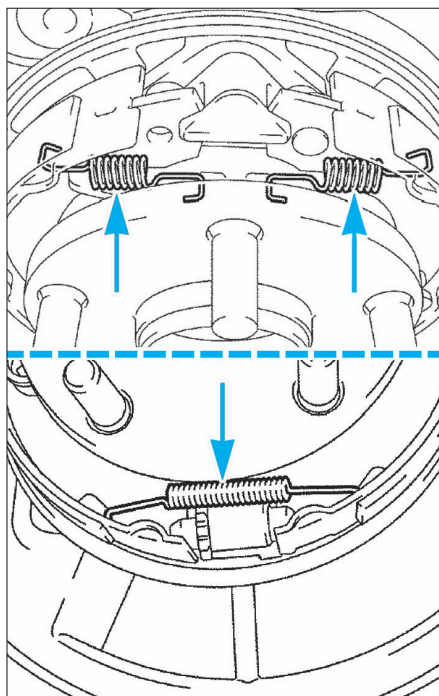

FIG. 11
- les ressorts de rappel (fig. 11).